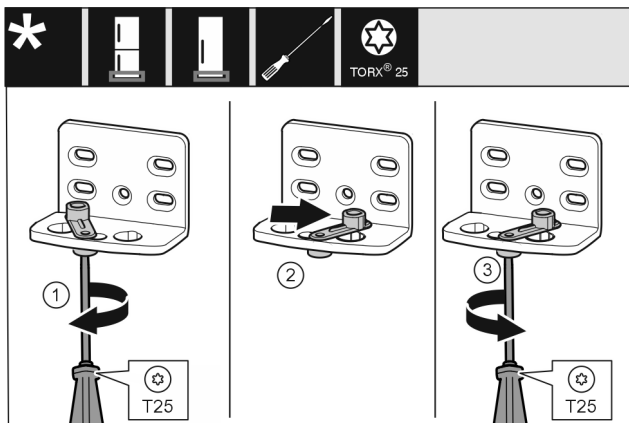

Fig. 11
- Schraube mit Schraubendreher T25 lose schrauben. Fig. 11 (1)
- Türschließhilfe anheben und um 90° nach rechts in Bohrung drehen. Fig. 11 (2)
- Schraube mit Schraubendreher T25 festschrauben. Fig. 11 (3)